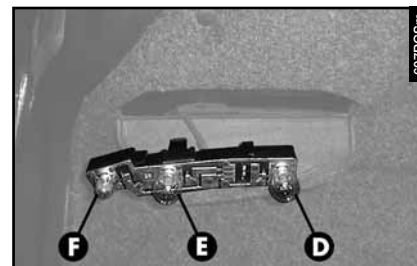

fig. 58
– Quitar y sustituir la lámpara en cuestión (del tipo esférico con acoplamiento de bayoneta) empujándola ligeramente y haciéndola girar hacia la izquierda (**fig. 58**):